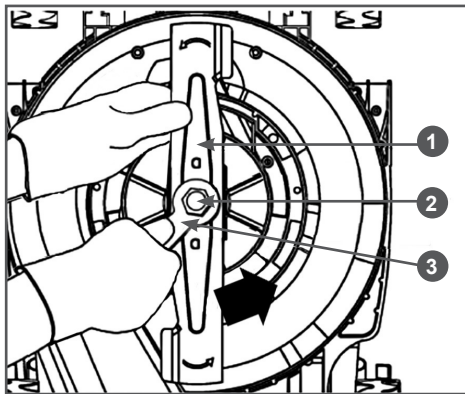

Рис. 13 Замена ножа
- 2.левой рукой крепко держите нож 1, правой рукой открутите гаечным ключом 3 болт 2 крепления ножа против часовой стрелки (Рис. 13).